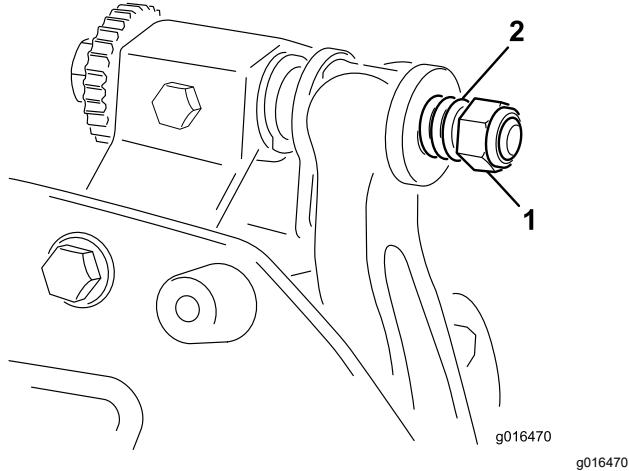

Figura 26
- Aperte a porca da mola tensora até que a mola fique recolhida; em seguida, desaperte meia volta (Figura 26).